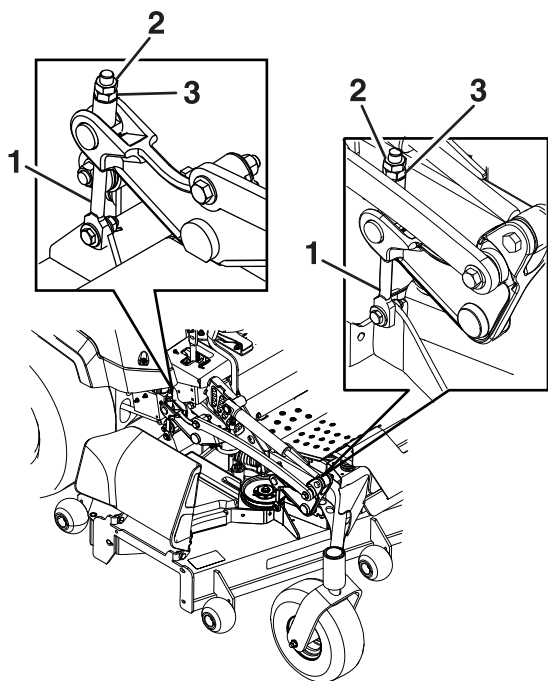

**Figura 82**
8. Haga pequeños ajustes, si es necesario, girando la tuerca de ajuste del conjunto de elevación delantero de la carcasa (**Figura 82**).